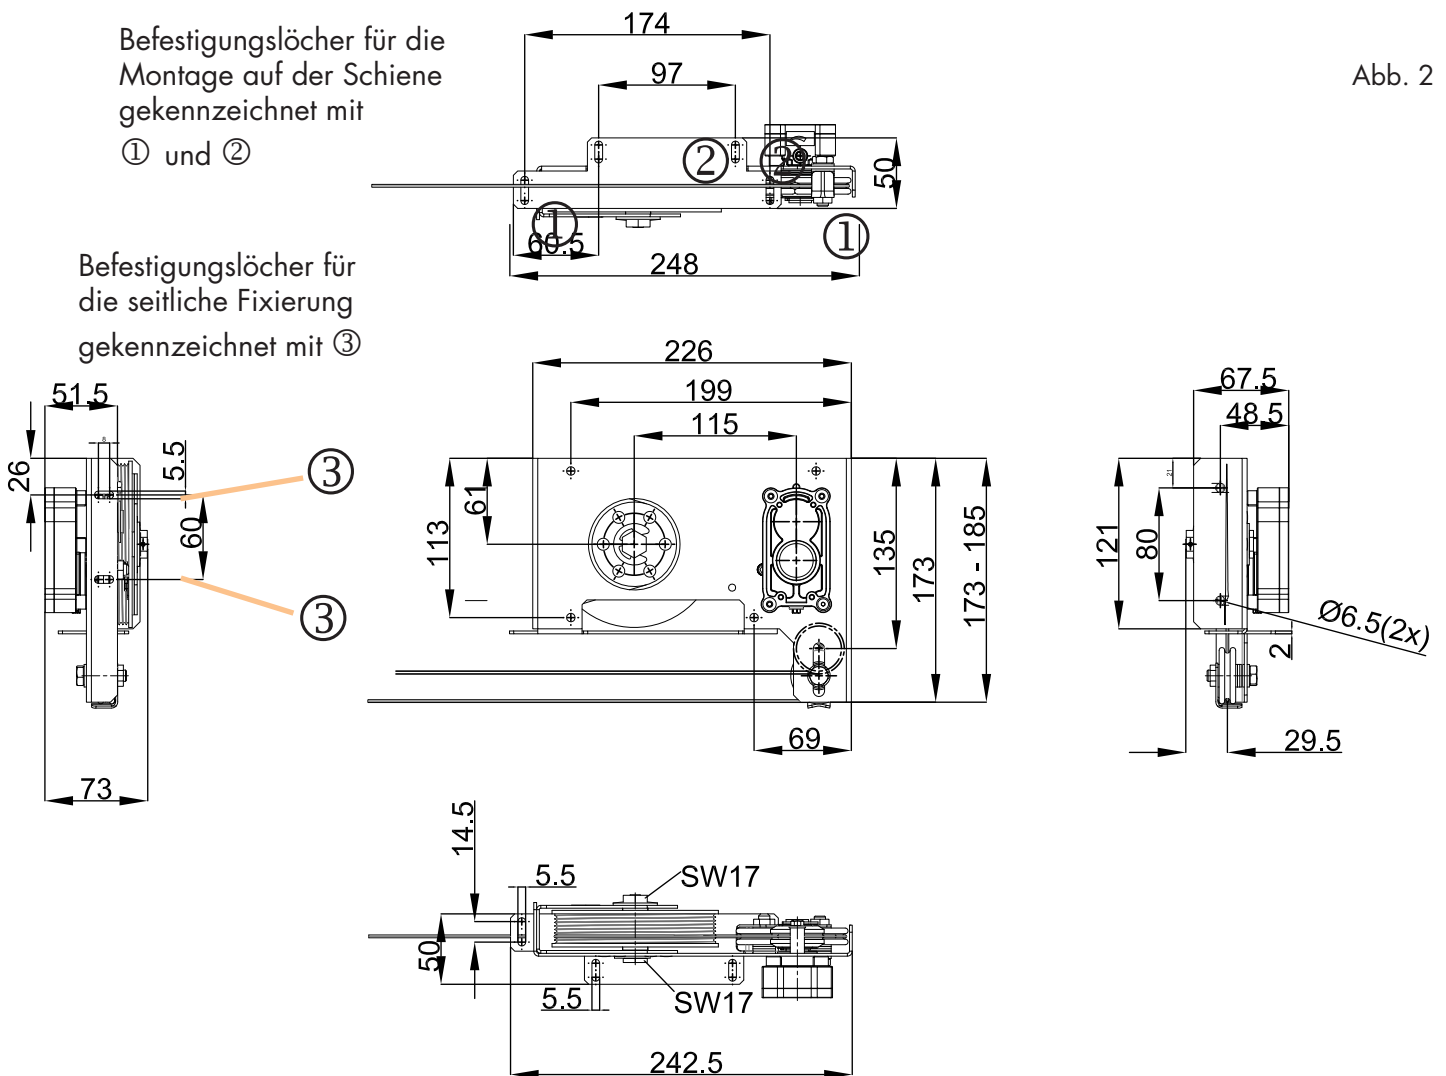

Abb. 2
Der DICTAMAT 50 KW wird mit Hilfe der auf den vorherigen Seiten beschriebenen Langlöchern auf der Schiene befestigt. Zur weiteren Stabilisierung kann der Trägerwinkel des DICTAMAT 50 KW mit den Langlöchern ③ gemäß Abbildung 2 zusätzlich angeschraubt werden.